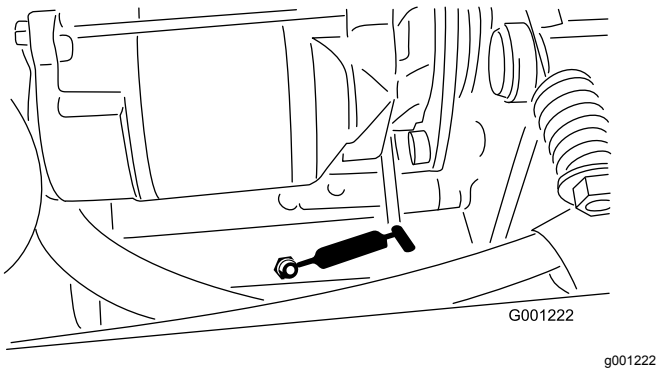

Figura 37
- Pivote tensor de la toma de fuerza (Figura 37)
- Cojinete trasero de la toma de fuerza (Figura 37)